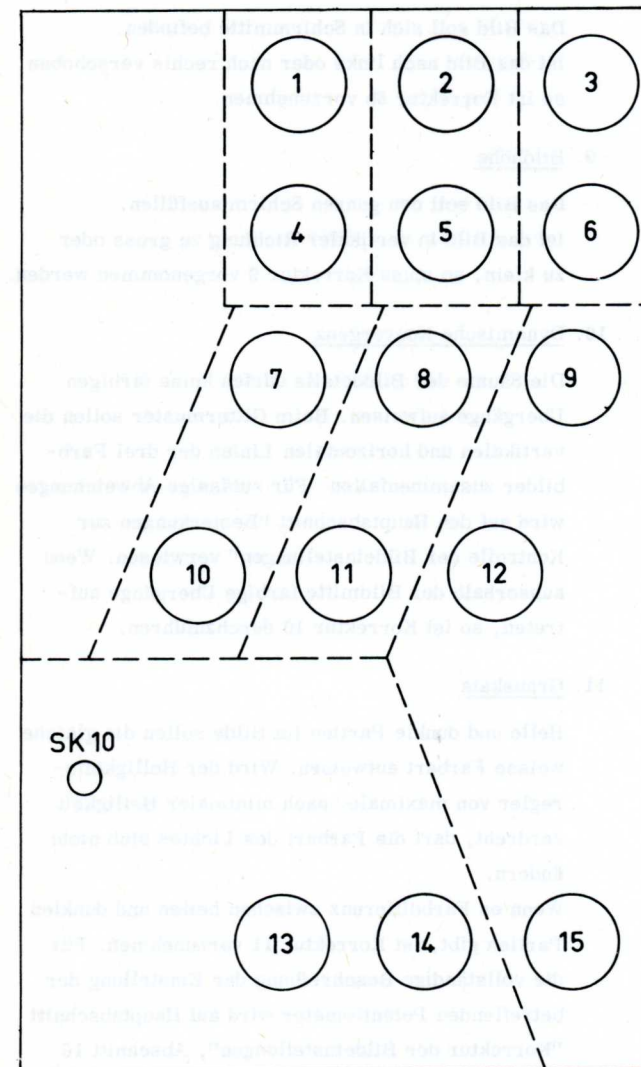

Fig. 5
Für die Knopfnummern auf dieser Dose wird auf Bild 5 verwiesen.
- Mit den Knöpfen 9, 12 und 15 (siehe Bild 5) die mittlere horizontale blaue Linie möglichst gerade machen.
- Knöpfe 8 und 11 so stellen (siehe Bild 5), dass die mittleren horizontalen roten und grünen Linien über die volle Breite des Bildes parallel laufen.
- Knöpfe 1 und 4 so stellen (siehe Bild 5) dass die mittleren Vertikalen roten und grünen Linien über die volle Höhe des Bildes parallel laufen.
- Knöpfe 2 und 5 (siehe Bild 5) so einstellen, dass der Abstand zwischen zueinander gehörenden horizontalen roten und grünen Linien über die volle Höhe des Bildes derselbe ist. Dazu achte man nur auf den Abstand zwischen diesen Linien in der Nähe der mittleren vertikalen Linien.
- Knöpfe 7 und 10 (siehe Bild 5) so einstellen, dass der Abstand zwischen zueinander gehörenden vertikalen roten und grünen Linien über die volle Breite des Bildes derselbe ist. Dabei achte man nur auf den Abstand zwischen diesen Linien in der Nähe der mittleren horizontalen Linien.
- Knöpfe 9, 12 und 15 (siehe Bild 5) so einstellen, dass die mittlere horizontale blaue Linie über die volle Bildbreite möglichst parallel zur zugehörigen rot-grünen Linie verläuft.
- Knöpfe 3 und 6 (siehe Bild 5) so einstellen, dass der Abstand zwischen den horizontalen blauen Linien und den zugehörigen rot-grünen Linien über die volle Bildhöhe derselbe ist. Man achte dabei nur auf den Abstand zwischen diesen Linien in der Nähe der mittleren vertikalen Linien.
- Knöpfe 13 und 14 (siehe Bild 5) so einstellen, dass der Abstand zwischen den vertikalen blauen Linien und den zugehörigen rot-grünen Linien über die volle Breite des Bildes derselbe ist. Man achte dabei nur auf den Abstand zwischen diesen Linien in der Nähe der mittleren horizontalen Linien.